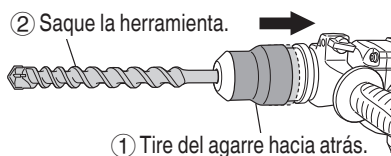

Fig. 3
- (3) Tire de la herramienta y compruebe que se encuentre completamente bloqueada.
- (4) Para extraer la herramienta, tire completamente de la empuñadura en el sentido de la flecha y tire hacia afuera de la herramienta. (Fig. 3).